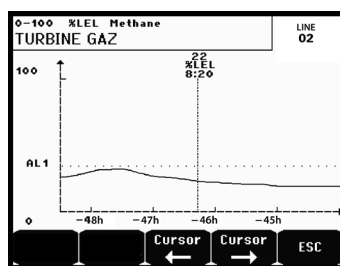

Imagen 18: Ejemplo de pantalla de visualización de curvas
- Curva: Visualización de las curvas de medición de los últimos 10 días (Imagen 18). Las teclas → y ← permiten desplazar el cursor a lo largo de la escala de tiempo. La línea vertical de puntos representa la concentración y la hora del punto considerado. Escape: volver a la visualización de los valores.